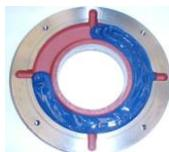

Figura 7.2: Anel de fixação externo do mancal
- Preencher ¾ do depósito dos anéis de fixação interno e externo com a graxa recomendada (Figura 7.2) e